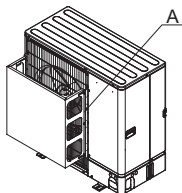

Fig. 2-4
(2) Si la unidad está situada en un lugar expuesto a vientos fuertes como huracanes, etc. que puedan entrar en la salida de aire, coloque una guía de aire. (Fig. 2-4)